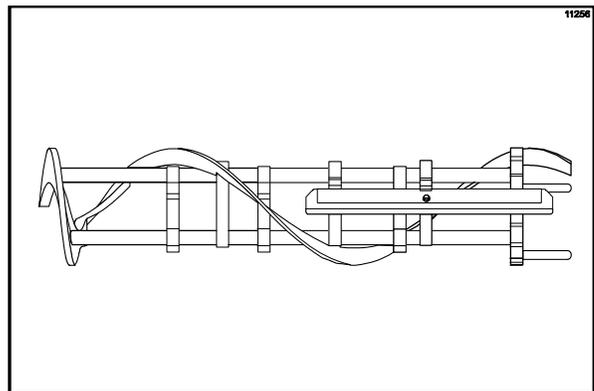

Figura 131
4. Si las cuchillas están en buen estado, instale las pinzas sobre las cuchillas raspadoras. Coloque la cuchilla raspadora trasera sobre el poste de sujeción trasero de la batidora. (Vea la figura 131).